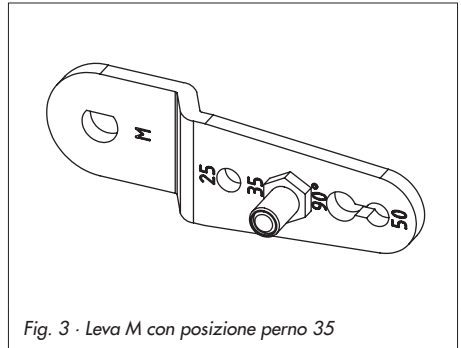

Fig. 3 · Leva M con posizione perno 35
1. Montare la piastra di fissaggio (6) o il supporto manometro (7) con il manometro sul posizionatore, tenendo conto del corretto collocamento di entrambi gli anelli di tenuta (6.1).
2. Rimuovere la vite di scarico (4) sul lato posteriore del posizionatore e chiudere l'uscita di pressione "Output 38" sulla piastra di fissaggio (6) o sul supporto manometro (7) con un tappo (5) incluso negli accessori.
3. Posizionare la boccola d'accoppiamento (3) sull'asta dell'attuatore, allinearla e avvitare, in modo che la vite di fissaggio sia posizionata nella scanalatura dell'asta dell'attuatore.
4. Fissare la piastra di copertura (10) con la parte più stretta della sezione (fig.3 a sinistra) nella direzione dell'attacco di pressione. Assicurarsi che la tenuta morbida (14) sia rivolta verso il castello dell'attuatore
5. **Corsa 15 mm:** mantenere il perno (2) sulla leva **M** (1) nella parte posteriore del posizionatore su posizione 35 (standard).
- Corsa 7.5 mm:** Rimuovere il perno (2) dalla posizione **35**, posizionarlo nel foro della posizione perno **25** e avvitarlo.
6. Inserire la tenuta sagomata (15) nella scanalatura della custodia del posizionatore.